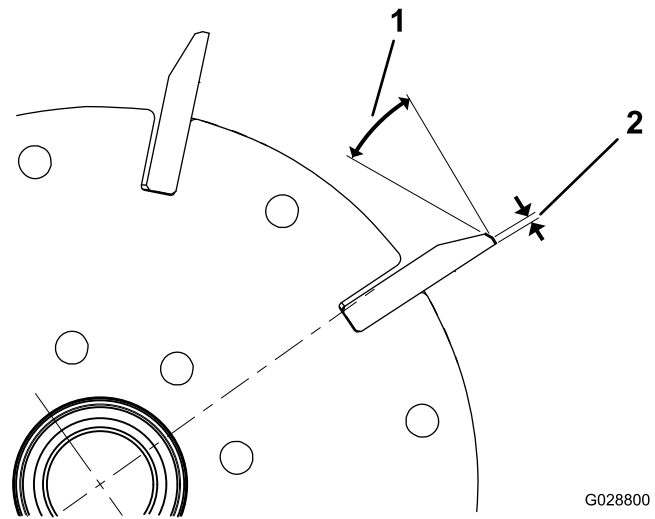
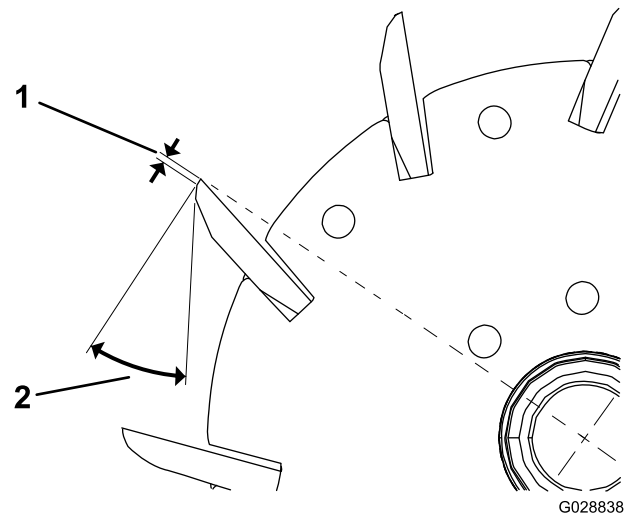

**Bild 22**
**Bild 23**
1. Tragen Sie einen Nachschliff von 30 Grad auf alle Messerspindeln auf, bis die Kante 1,3 mm breit ist (Bild 22 und Bild 23).